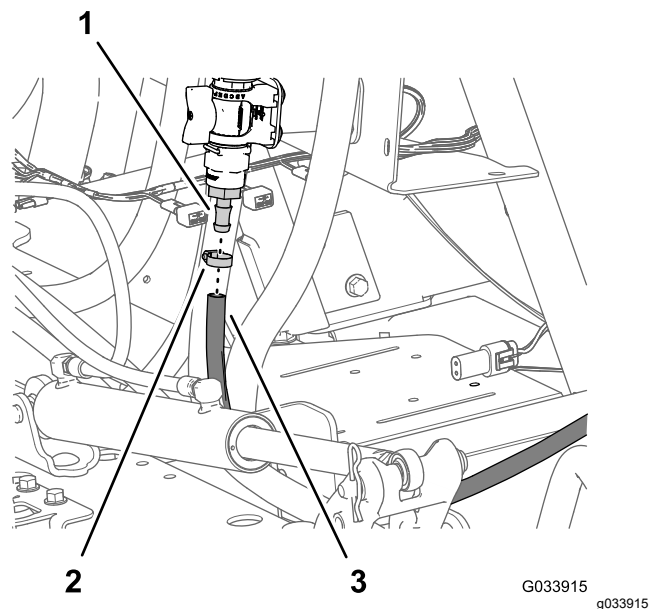

Figure 20
6. Branchez le flexible de l'applicateur manuel au raccord cannelé de la vanne de commande, et fixez le flexible sur le raccord avec un collier (Figure 20).